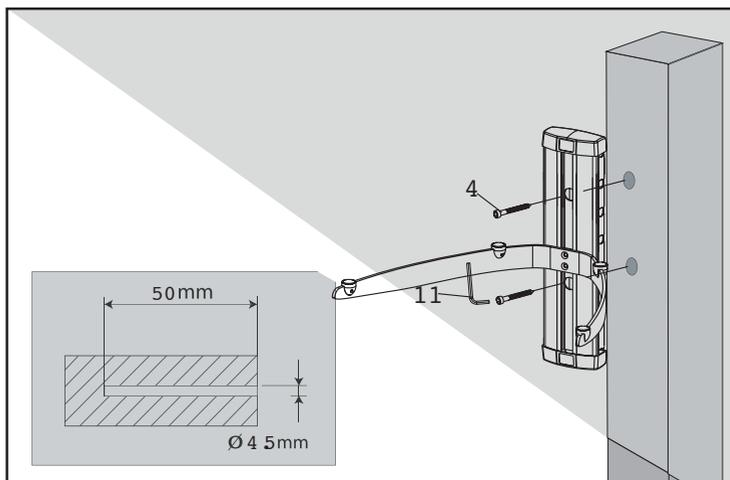

Fig. 3
Desplace la base del soporte hasta el punto deseado, una vez situado en la posición final, utilice la base del soporte como plantilla para marca la ubicación de los agujeros, utilice un punzón para marcar donde clavará los tornillos. Con una broca de 4.5mm de diámetro haga los agujeros de 50mm de profundidad. Asegúrese que estos agujeros estén alineados. Fije el soporte a la pared con los tornillos 5x5mm (4) y con la llave allen suministrada (11). Vea Fig. 3.